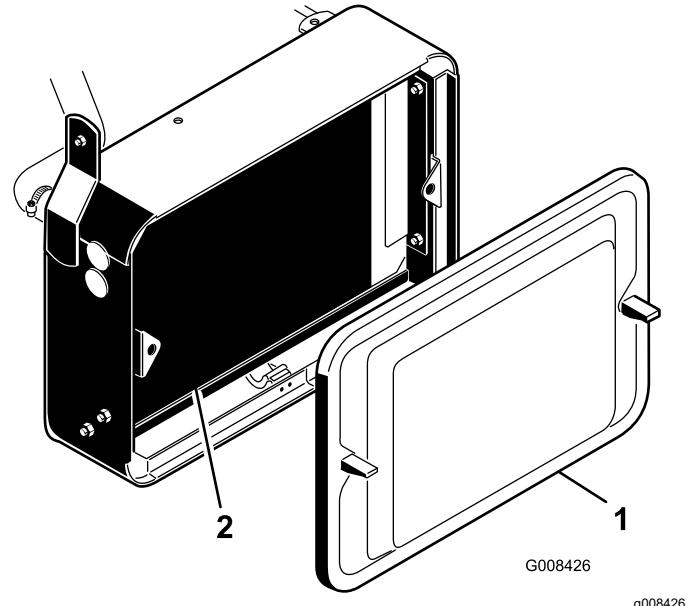

Рисунок 44
- Снимите решетку радиатора (Рисунок 44).